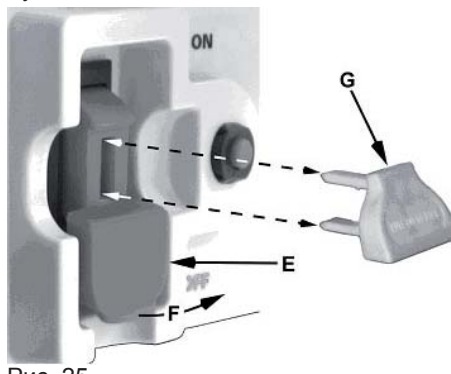

Рис. 25
- Аби увімкнути верстат переключіть вимикач у верхню позицію (F, Рис. 25).
### Ключ, що замикає (рис. 25)